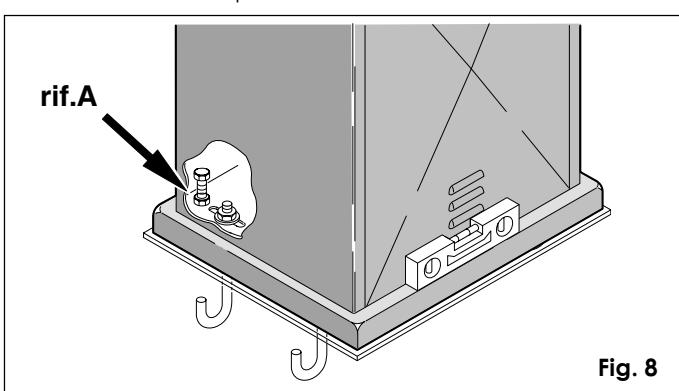
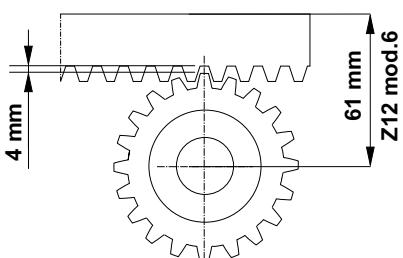

Fig. 8
Fig. 12
- 3) Verificar la perfecta horizontalidad del actuador con ayuda de un nivel, como en la fig. 8.
Una vez instalada la cremallera, para garantizar el engrane correcto con el piñón, es conveniente bajar el motorreductor unos 4 mm (fig. 12) con ayuda de los tornillos de nivel (fig. 8 ref. A).